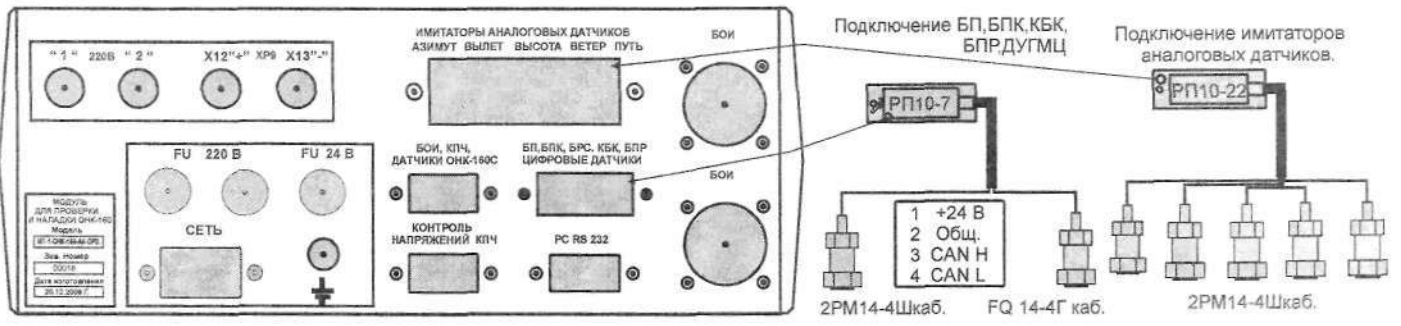

Рис. 2.7. Подключение БП
6.1.7. Блок питания БП. Подключить БП к модулю согласно рис.2.7., используя кабели с маркировкой «ветер», «вылет» и «БП.БПК.КБК.БПР.ДУГМЦ» Подключение проводов «**выходные реле**» (до 13 пар) и «**разовые сигналы**»(до 16 пар) осуществлять к клемным зажимам наборным ХУ124V-A3 (расположены на верхней крышке корпуса), имеющим соответствующую маркировку. (Пример: провода сигнальные цепи с номерами «1» и «Г1» должны быть подключены к зажимам с маркировкой «1» и «Г1» соответственно; провода контакты реле с номерами «30» и «31» должны быть